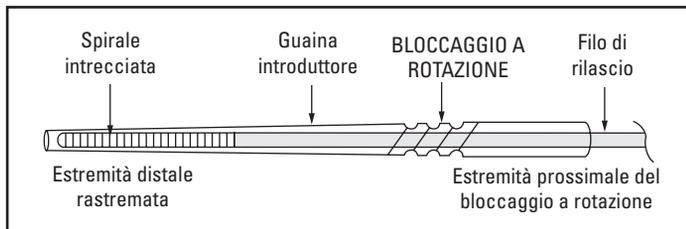

Figura 5. Guaina introduttore con meccanismo di bloccaggio a rotazione
9. Rilasciare il sistema per occlusione a fibre IDC Interlock - 35 all'interno della relativa guaina introduttore, pizzicando con cautela i lati della guaina, in corrispondenza del meccanismo di bloccaggio a rotazione e girando il lato prossimale in senso antiorario (Figura 5 e 6).